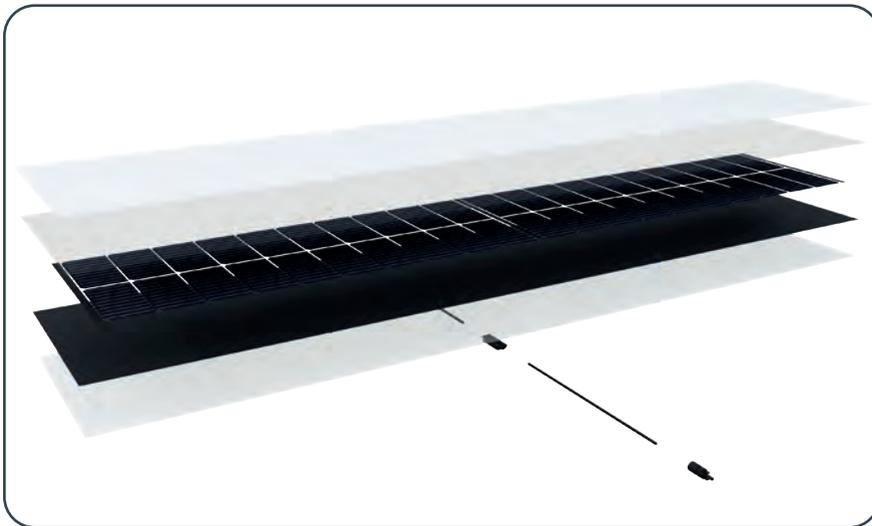

Abbildung 1 • Solarmodul PREFALZ
- Der maximale Haftabstand von 33 cm Mitte Haft zu Mitte Haft darf nicht überschritten werden (Bild 1).
- Positionieren und anzeichnen der Solarluke (Bild 1)